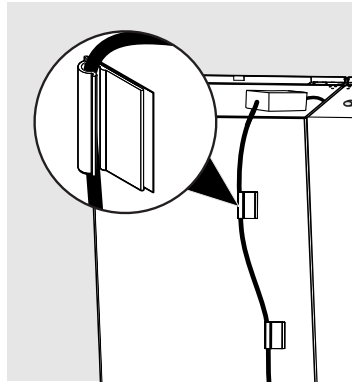

Fig. 13
13. Utilisez les attaches fournies pour tenir l'excédant des cordons d'alimentation à l'arrière des unités de sorte que tous les fils sont éloignés du sol (Fig. 13).